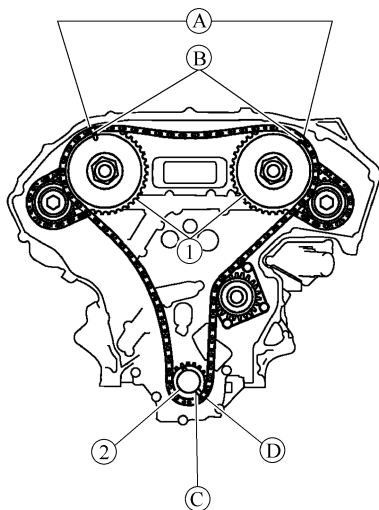

图 3-14 安装正时链条
② 安装正时链条(主)。
a. 安装正时链条(主), 使凸轮轴链轮(进气)1 上的匹配标记(冲孔)(B)与正时链条上的粉色链节(A)对齐, 同时曲轴链轮 2 上的匹配标记(冲孔)(C)与正时链条上的橙色链节(D)对齐, 如图 3-14 所示。